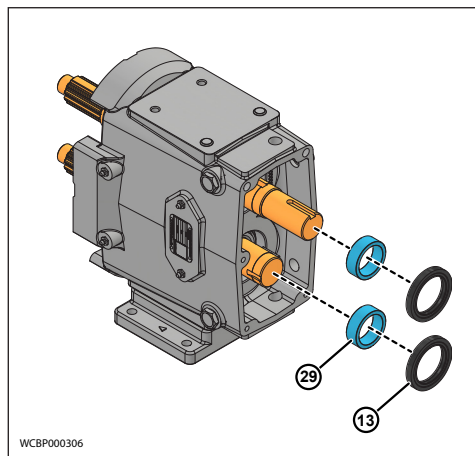

Figure 90 - Pose du joint arrière
1. Installez les entretoises d'engrenage (figure 90, élément 29).
3. Installez les joints d'huile en orientant le ressort vers l'extérieur (figure 90, élément 13).